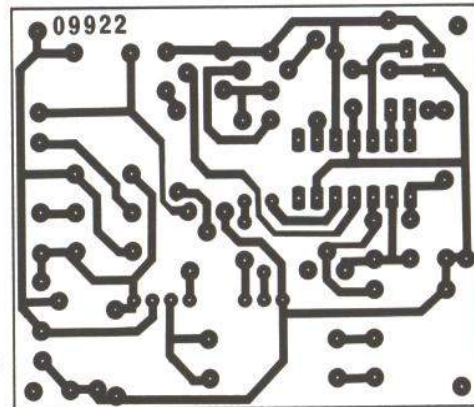

Fig. 2 Circuit imprimé, vu côté cuivre, échelle 1.
■ Fig. 2. - Circuit imprimé, vu côté cuivre, échelle 1.